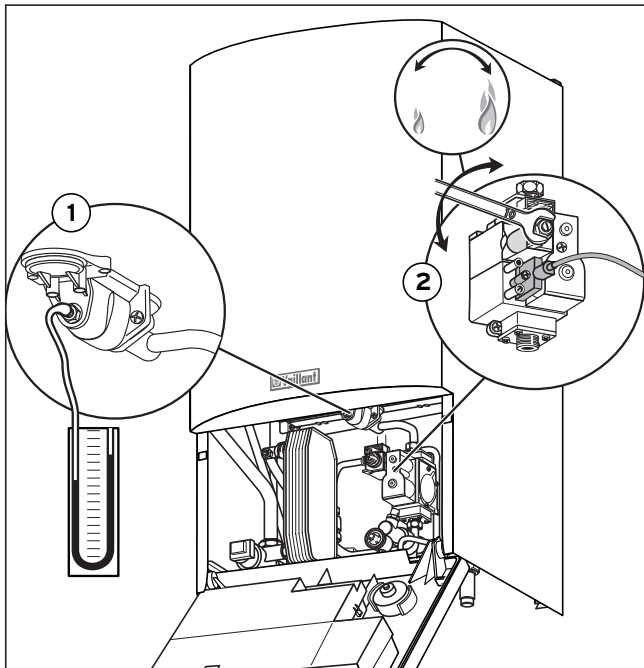

Abb. 5.3 Nennbelastung einstellen
Die Einstellung der größten Wärmebelastung ist nur nach der Umstellung auf eine andere Gasfamilie oder dem Austausch der Gasarmatur erforderlich. Um die größte Wärmebelastung einzustellen, gehen Sie bitte wie folgt vor (siehe Abb. 5.3):
- Nehmen Sie das Digital-Manometer oder U-Rohr-Manometer wieder ab und drehen Sie die Dichtungsschraube (1, Abb. 5.3 oder 5.4) am Düsenstock wieder fest.